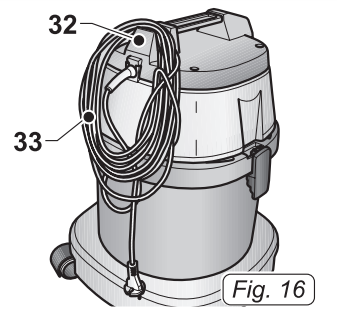

Fig. 16
- Enrouler le câble (33 Fig. 16) et le fixer dans son siège (32 Fig. 16).